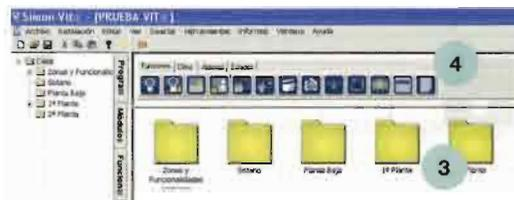

Fig. 10.16.
3. En la siguiente pantalla (Fig. 10.16), sitúa el ratón sobre la carpeta **1.ª planta** y selecciónala.